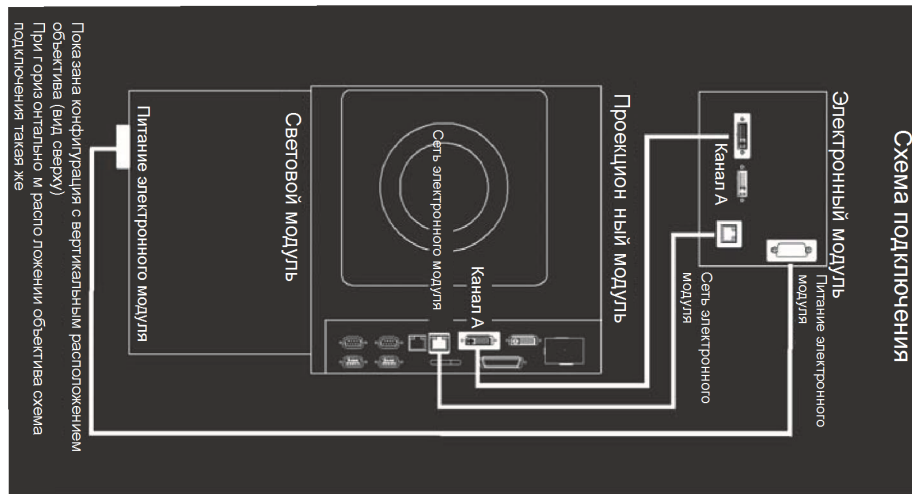

Рисунок 2-2 Соединение модулей
2. Подсоедините электронный модуль к проекционному и световому модулю. См. **Рисунок 2-2**.